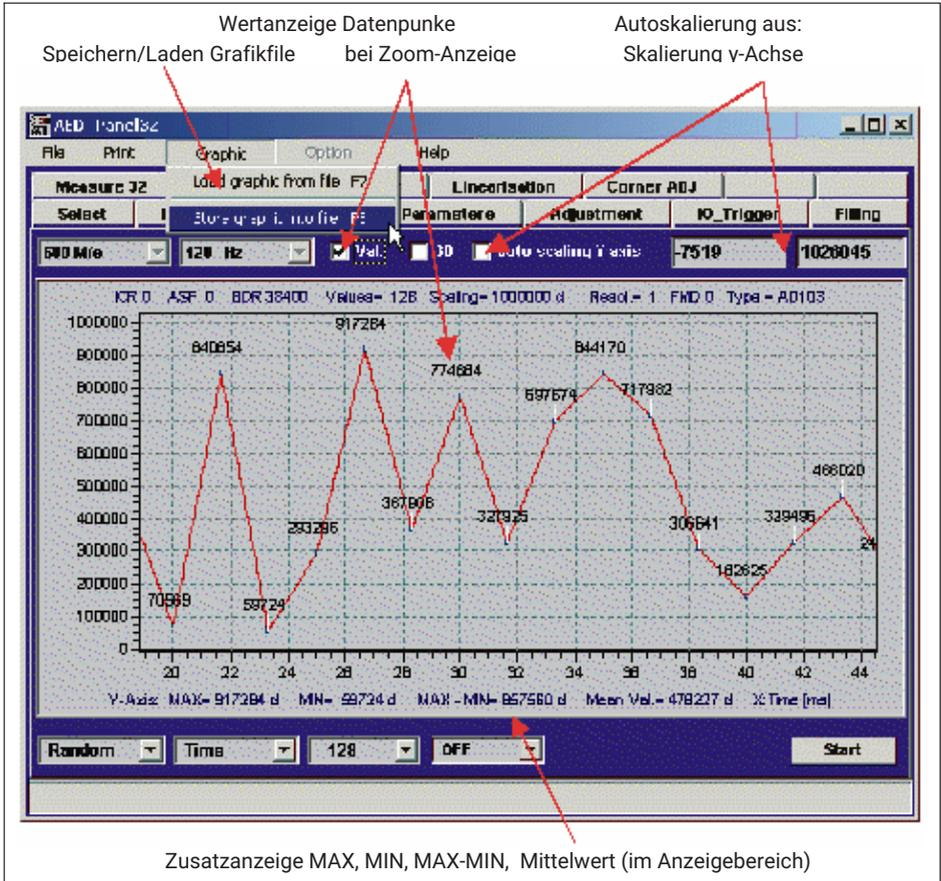
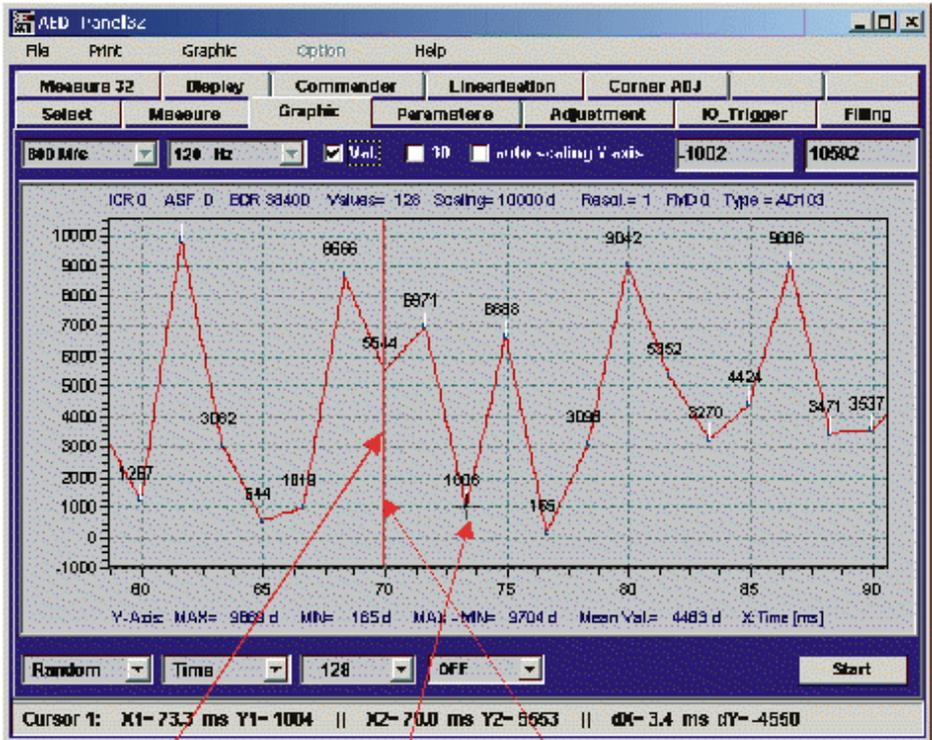

Abb. 5.3 Zoomanzeige mit Messwertanzeige
Abb. 5.4 Cursoranzeige mit dem Cursor X1/Y1 und X2/Y2
Abb. 5.3 und Abb. 5.4 zeigen zusätzliche Funktionen im Grafikmenü.
Zoom-Funktion (Abb. 5.3)
Cursor-Messung (Abb. 5.4)
- Speichern der Messung in den File *.grf und Auswertung (Cursor, Zoom, ... siehe Einleitung, Abb. 5.3)